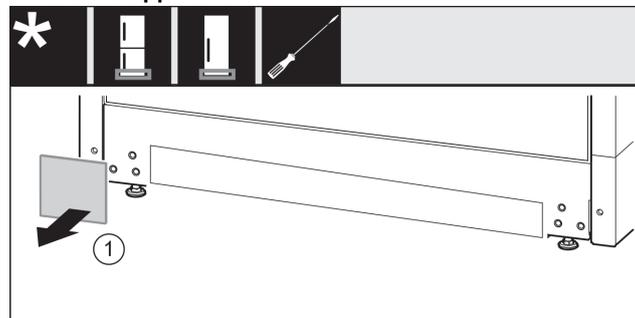

Fig. 18
- ▶ Retirer le cache Fig. 18 (1).